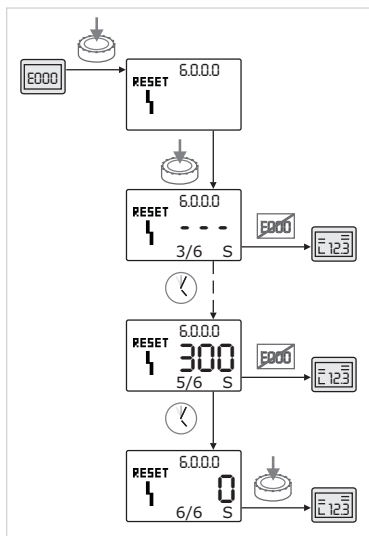

Fig. 52: Potwierdzenie błędu typu C
- Jeżeli wystąpią błędy typu C, w celu potwierdzenia błędu należy postępować w następujący sposób (Fig. 52):